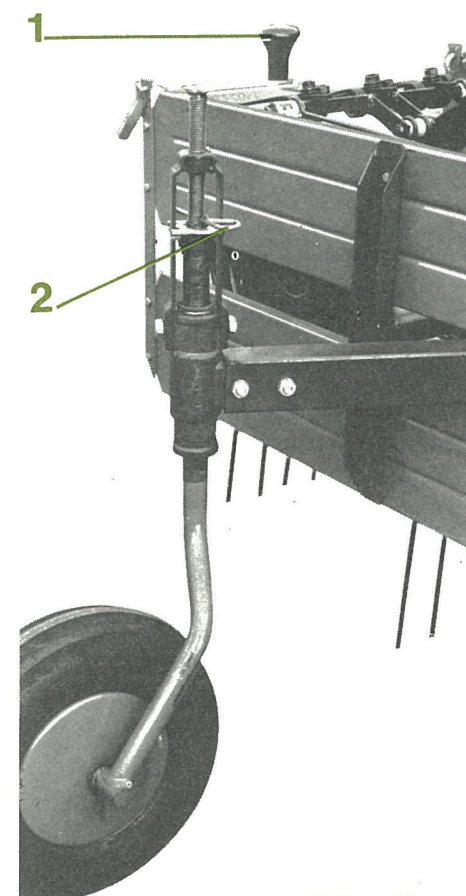

FIG. 8
En s'aidant du relevage hydraulique (fig. 8) le rateau est soulevé jusqu'à décollement des roues arrière, puis chaque manivelle (1) est déverrouillée par retrait de la goupille rapide (2) ; il est ensuite aisé de tourner la manivelle jusqu'à la position désirée de chaque roue.